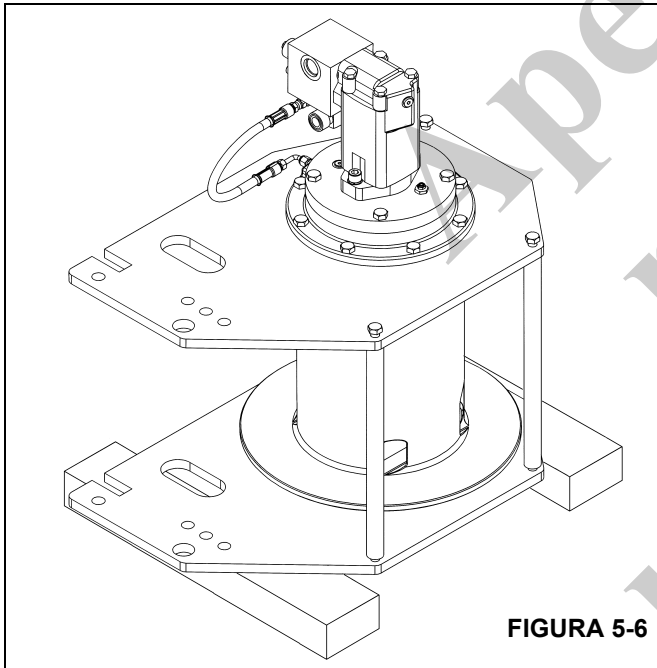

FIGURA 5-6
1. Coloque o guincho em pé, sobre sua extremidade, com o motor voltado para cima. Coloque calços sob a placa lateral, de forma que o guincho não fique apoiado no eixo (Figura 5-6).
2. Inspeccione integridade estrutural do tambor do cabo (5) e substitua-o se necessário.
3. Conecte o eixo (32) à placa lateral (29) usando os seis parafusos com cabeça (3). Verifique se a entrada de ar (30) está orientada adequadamente. Aperte os parafusos com cabeça com um torque de 100 a 110 lb-pé.
4. Instale o anel de trava (48) no eixo (32).
5. Assente a unidade com as hastes (2) voltadas para cima. Sustente a placa lateral (29) com calços (Figura 5-6) de forma que o guincho não se apoie no eixo (32).
6. Ajuste o tambor do cabo (5) sobre o eixo (32) e assente o tambor no rolamento (28). Tenha cuidado para não danificar a vedação (7-4).
7. Instale o conjunto de engrenagens planetárias de saída (4).
8. Instale a engrenagem solar de saída (16) no conjunto de engrenagens planetárias de saída.
9. Instale a arruela de encosto (6) no conjunto de engrenagens planetárias de saída.